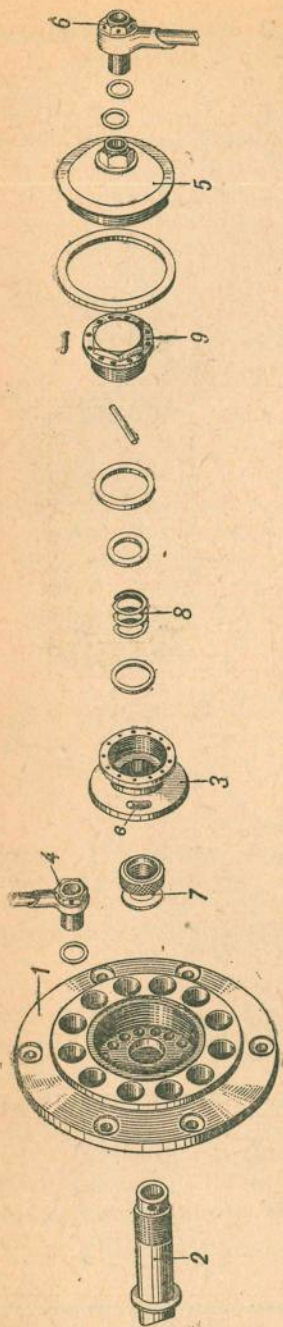

Рис. 32. Воздухораспределитель
2. Вывернуть колпак 5 (рис. 32) воздухораспределителя.